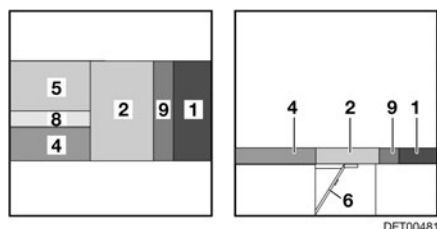

Fig. 114 Después de la transformación
- Tirar del cojín del asiento (Fig. 114,2) del banco longitudinal hacia el centro.
- Colocar el cojín del respaldo (Fig. 114,1) del banco longitudinal entre el cojín del asiento y la pared.
- Tirar el cojín del asiento (Fig. 114,5) hacia adelante sobre la mesa.
- Llevar el cojín del respaldo (Fig. 114,4) a la posición horizontal y tirarlo hacia el centro.
- Colocar el cojín adicional (Fig. 114,8) entre el cojín del respaldo (Fig. 114,4) y el cojín del asiento (Fig. 114,5).
- Colocar el cojín adicional (Fig. 114,9) entre el cojín del respaldo (Fig. 114,1) y el cojín del asiento (Fig. 114,2).